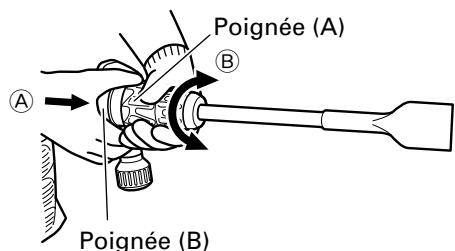

Fig. 4
- (1) Comme indiqué sur la Fig. 4, si l'on tourne la poignée (A) dans le sens (Ⓑ) de telle sorte que la poignée (B) glisse dans le sens (Ⓐ), il sera possible de modifier librement l'angle de la lame sur n'importe quelle position.
- (2) Libérer la poignée (B) et tourner l'outil, et vérifier qu'il est bloqué à fond.